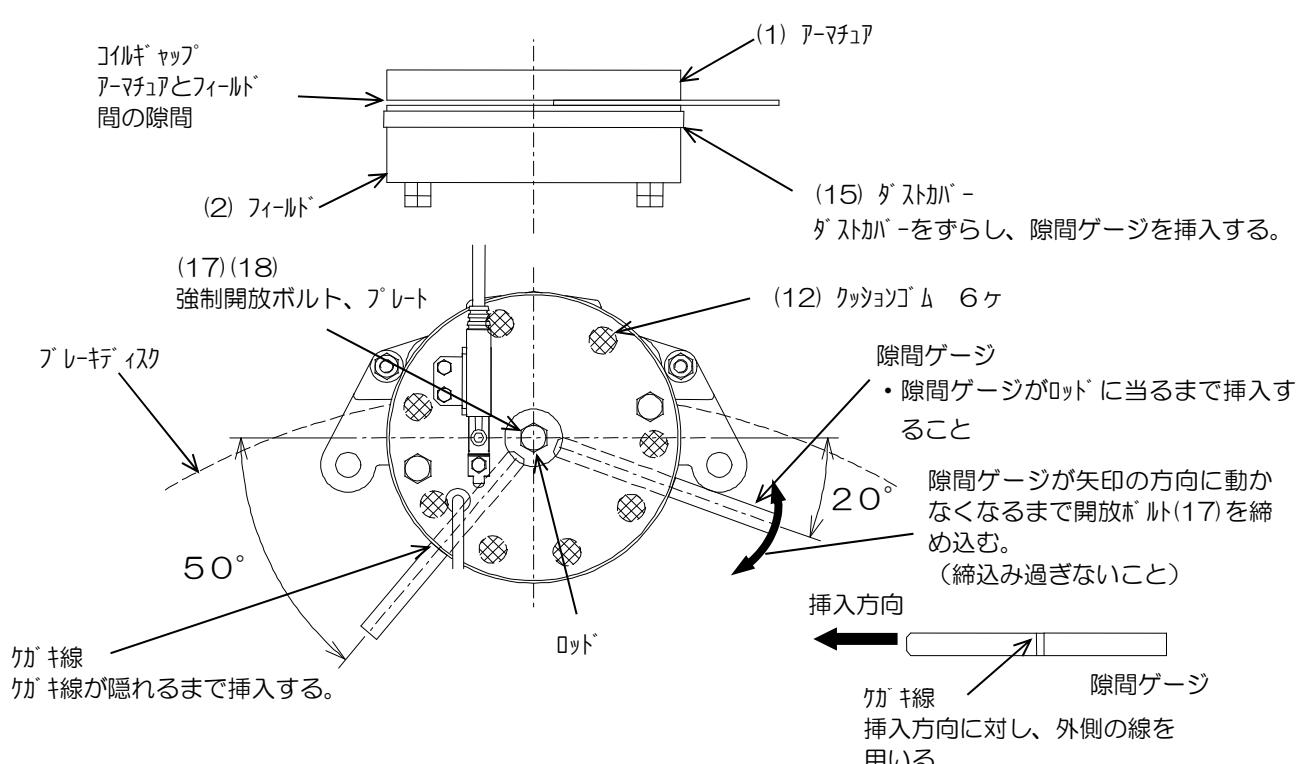
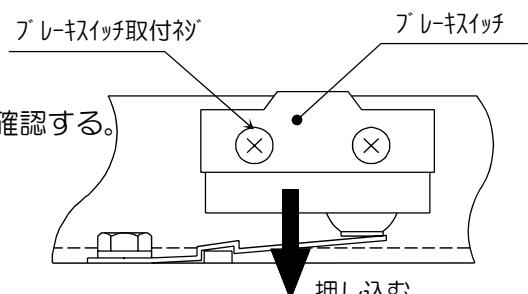

図6 隙間ゲージの挿入要領
図9 ブレーキスイッチ調整
①隙間ゲージ(巻上機付属品)を準備する。
②アーマチュア(1)とフィールド(2)の間に0.12tの隙間ゲージを挿入する。
- ・隙間ゲージ挿入要領 図6を参照のこと。(※2ヶ所から同時に挿入する。)
③強制開放ボルト(17)、プレート(18)を取り付け、強制開放ボルト(17)を締め込む。
④ブレーキスイッチが動作していることを確認する。
- ・③を終えた状態で、スイッチが動作していることを確認する。
⑤強制開放ボルト(17)を緩める。
⑥アーマチュア(1)とフィールド(2)の間に0.1t×2枚(0.2mm)の隙間ゲージを挿入する。
- ・②と同じ要領で実施する。
②アーマチュア(1)とフィールド(2)の間に隙間ゲージを挿入する。
- ・隙間ゲージ挿入要領図6を参照のこと。(※2ヶ所から同時に挿入する。)
③強制開放ボルト(17)、開放プレート(18)を取り付け、強制開放ボルト(17)を締め込む。
④ブレーキスイッチ取付ネジを緩める。(図9参照)
⑤ブレーキスイッチをゆっくり押しこむ。
⑥強制開放ボルト(17)を緩める。
⑦アーマチュア(1)とフィールド(2)の間に0.12tの隙間ゲージを挿入する。
⑧強制開放ボルト(17)を締め込む。
- ・③と同じ要領で実施する。
⑨ブレーキスイッチが動作していることを確認する。